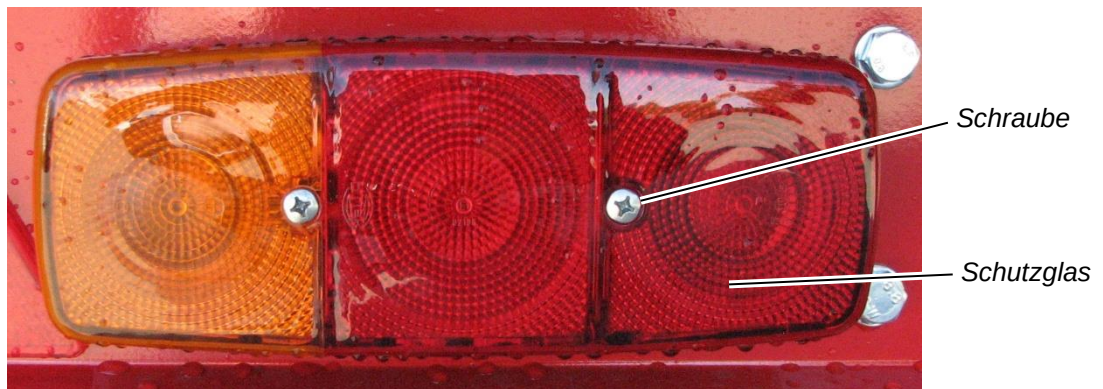

Abbildung 54: Dreikammerleuchte
- ⇒ Schrauben Sie die zwei Schrauben aus der Dreikammernleuchte heraus (siehe Abbildung 54).
- ⇒ Ziehen Sie das Schutzglas ab (siehe Abbildung 54).